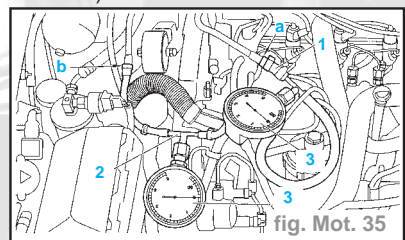

fig. Mot. 35
- Raccorder en dérivation l'outil (1) raccord **Ø 10 mm 4215-T** entre la pompe de gavage et le filtre à carburant (repère blanc en "a" sur l'arrivée carburant) (fig. Mot. 35).